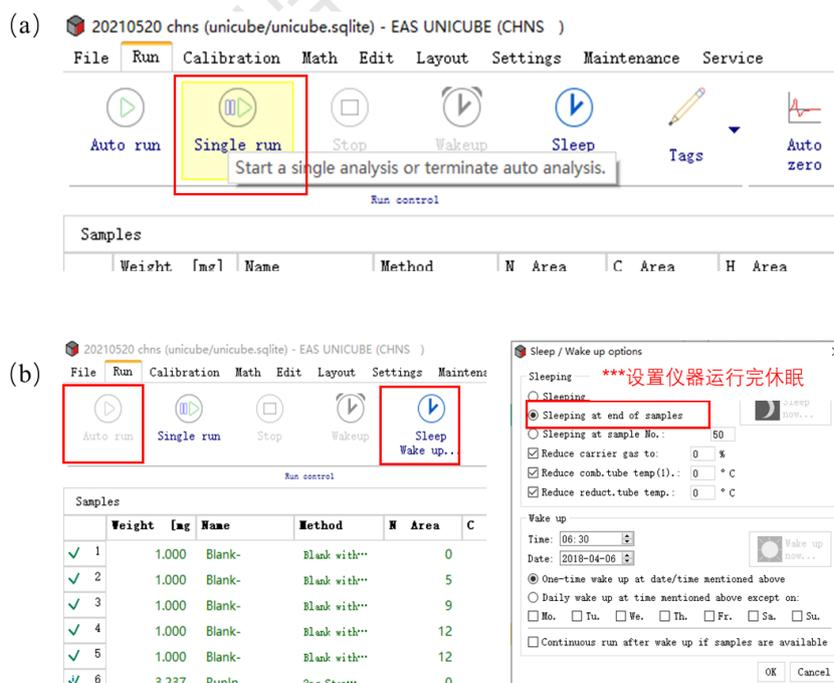

图6-9 运行样品序列
- a) Single run: 如图6-9(a), 点击Single run按钮为运行单针样品或停止当前正在运行的序列。
- b) Auto run:自动运行。如图6-9(b)所示, 点击菜单栏Sleep/Wake up按钮, 弹出Sleep/Wake up options对话框, 选中Sleeping at end of samples选项, 点击OK。然后点击Auto run, 仪器将运行序列到样品停止行 (红色字体) 后休眠。